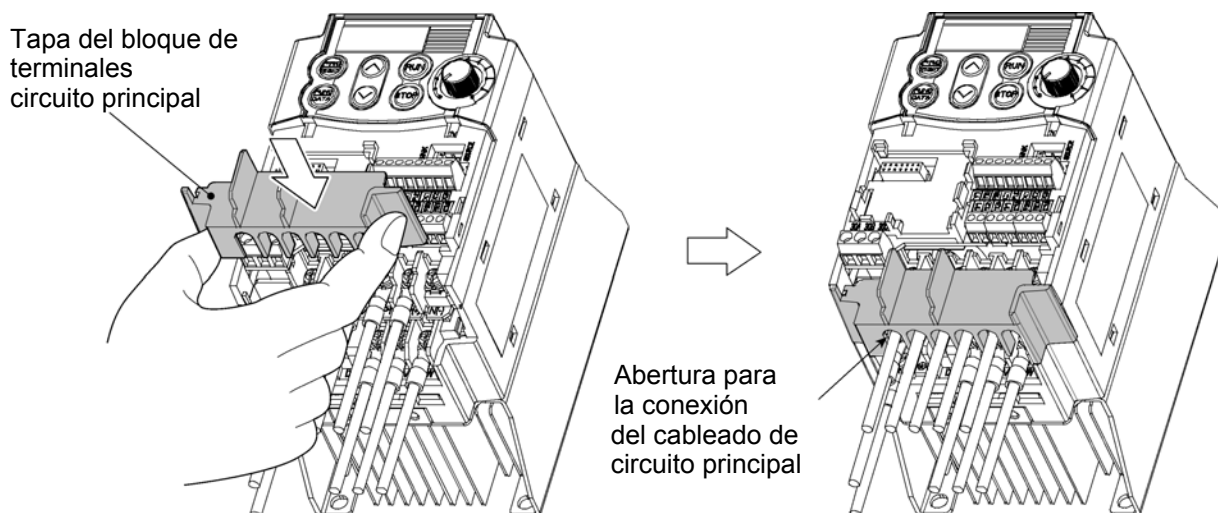

Fig. 2-3-10 Colocar la tapa del bloque de terminales del circuito principal
- 1) Saque los cables de los terminales del circuito principal de modo que salgan paralelos tal y como se ilustra en la Fig. 2-3-10.